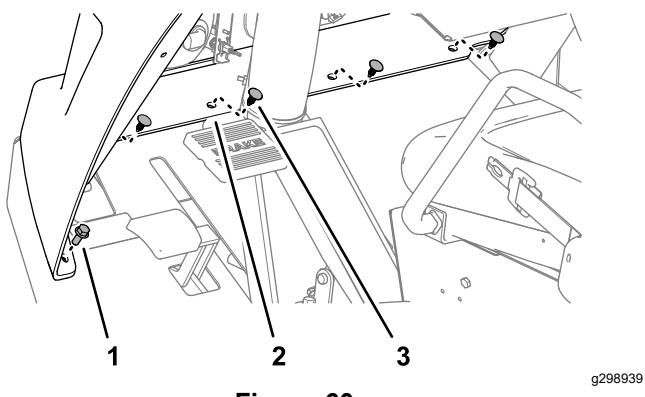

Figura 60
3. Remova os quatro fixadores de pressão que prendem a flange inferior do capot à máquina (Figura 60).
4. Remova os dois parafusos de cabeça flangeada (5/16 pol. x ¾ pol.) que prendem a flange inferior à máquina (Figura 60).